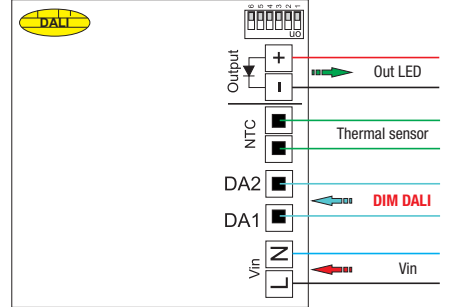

Fig. 4 - RN9160
- BILEVEL** = voir Fig. 4 - Exemple fonctionnement A
- BILEVEL** = siehe Abb. 4 - Betriebsbeispiel A
C - Fonction BiLevel - Fig. 4 - Cette fonction permet, via la commande sur l'entrée bouton (par ex. horloge) de réduire le niveau de luminosité en créant un court circuit à l'entrée 0÷10Vdc ; lors de l'intervention de la commande, la luminosité arrivera à 50 %, avec une commande ouverte elle retournera à 100 %. Il est possible de configurer le niveau via le générateur 0÷10Vdc (Ex. A).
C - Funktion BiLevel -- Abb. 4 - Mit dieser Funktion kann man durch die Steuerung am Eingang des Schalters (zum Beispiel Uhr) durch Kurzschließen des Eingangs 0÷10Vdc das Helligkeitsniveau reduzieren, bei der Betätigung des Steuerelements wird die Helligkeit auf 50 % reduziert, mit geöffneter Steuerung kehrt sie auf 100 % zurück. Man kann das Niveau über den Generator 0÷10 Vdc einstellen (Bsp. A).